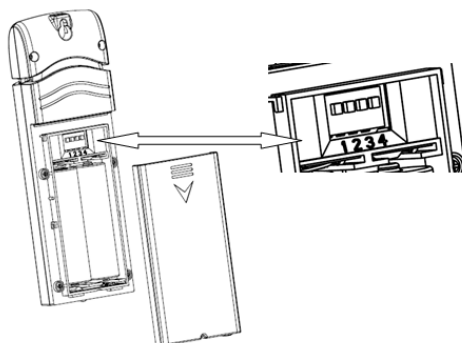

Abbildung 1
1. Entfernen Sie die Batteriefachabdeckung auf der Rückseite des Senders, indem Sie die Abdeckung abnehmen (siehe Abbildung 1).